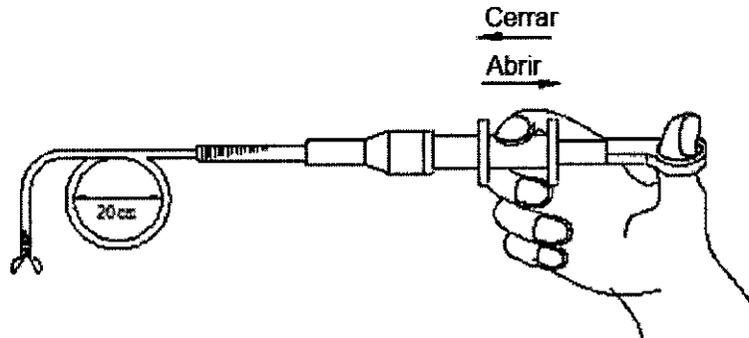

Figura 3.9.2. Inspeccion de la pinza para biopsia.
- Conectar el probador de fugas (parte que se vende por separado) al endoscopio de acuerdo con el método mostrado en la Figura 3.9.2. Durante la prueba de fugas, asegúrese de sellar bien el conector del cable del endoscopio con la tapa hermética resistente al agua y de separar la guía de luz del endoscopio del sistema de video.